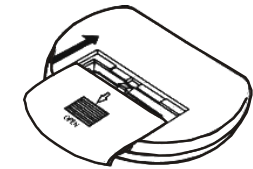

Figure 3
3. Refermer le boîtier. (figure 3)